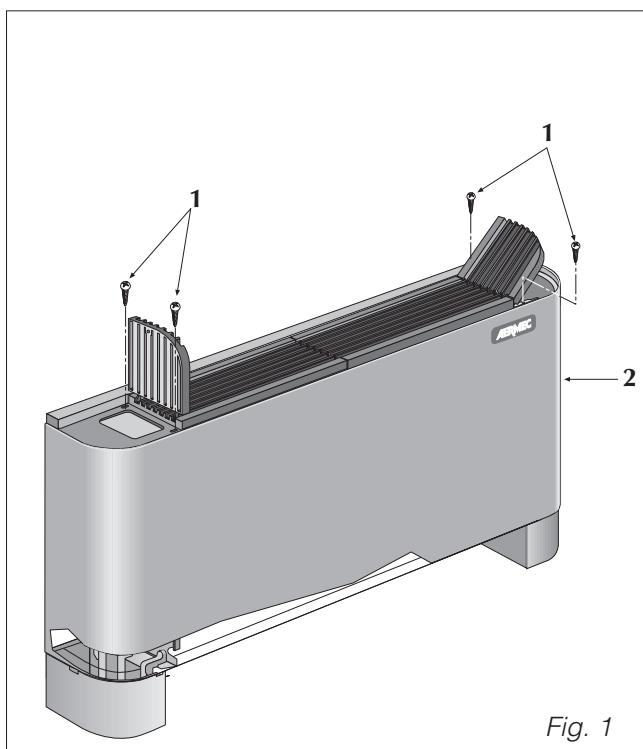

Fig. 1
per versione FCX - A estrarre il filtro dell'aria, togliere le quattro viti (1 fig. 1) che fissano il mantello al frutto e sfilare il mantello di copertura (2), avendo cura prima di staccare la sonda temperatura ambiente se presente.
FCX version - A: extract the air filter, disconnect the ambient temperature probe (if fitted), remove the four screws (1 fig. 1) securing the housing shell to the contact block, then slide off the cover (2).
- pour version FCX - A**, extraire le filtre de l'air, retirer les quatre vis (1 fig. 1) fixant la carrosserie au châssis et dégager la carrosserie (2), en ayant soin de débrancher d'abord la sonde de température ambiante si elle est présente;
- Bei Version FCX - A** den Luftfilter entnehmen, die vier Schrauben (1 Abb. 1) lösen, die die Rückplatte an der Anschlußhalterung befestigen und die Verkleidungsplatte (2) herausziehen, nachdem zuvor der Raumtemperaturfühler, falls vorhanden, getrennt wurde.